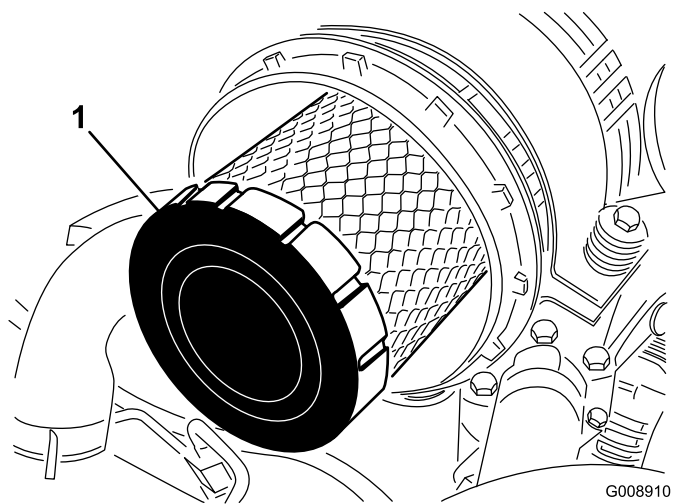

Figura 59
4. Togliete il filtro primario dell'olio (Figura 59).